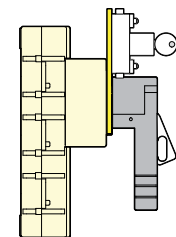

Рис. 2
- специальная рукоятка с блокировочным болтом на SIRCOVER CD от 125 до CD 630 А (Рис. 2);